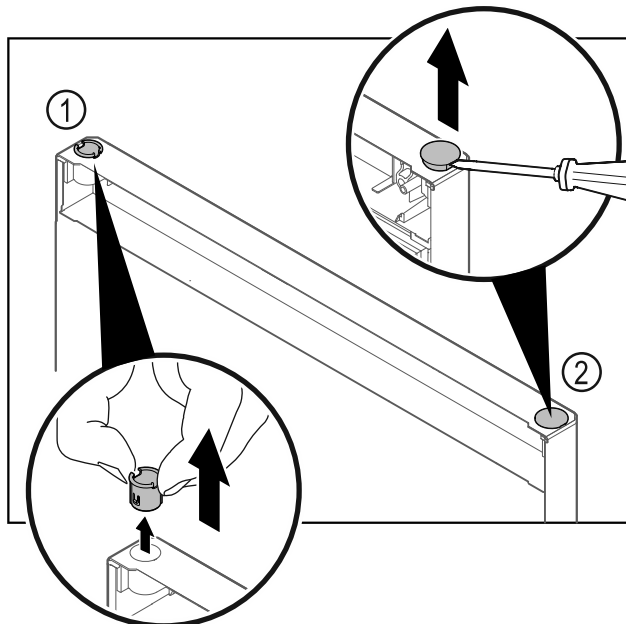

Fig. 15
- Estrarre la boccia cerniera Fig. 15 (1) con le dita.
- Con un cacciavite a testa a intaglio sollevare con cautela il tappo Fig. 15 (2) ed estrarlo.